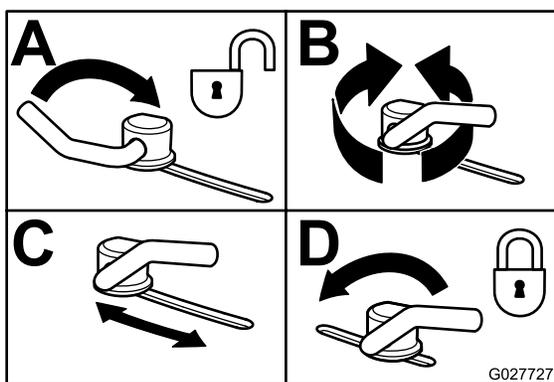

Figura 30
3. Per regolare i blocchi delle camme alzate la leva e allentate i blocchi (Figura 30).
5. Spostate la leva sopra per serrare il deflettore e i blocchi delle camme (Figura 30).